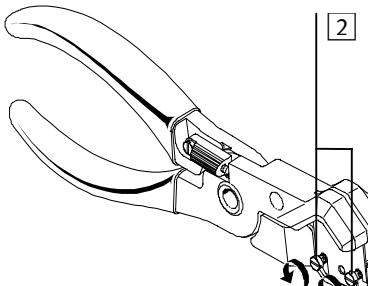

Fig. 3
1. Allentare le viti di fissaggio (**[2]** nella Fig. 3).